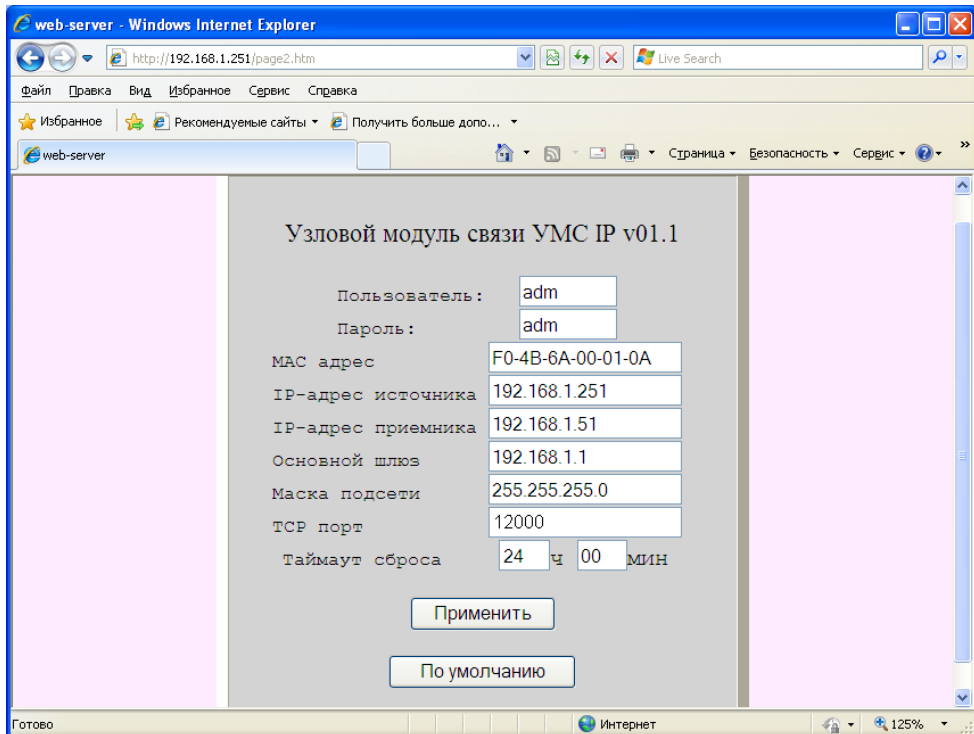

Рис.7
4. При правильном вводе имени пользователя и пароля откроется основная страница с установленными настройками (см. рис.7). Если возникла ошибка, обратитесь к разделу 3.
- MAC-адрес. Должен вводиться в шестнадцатеричном коде по два символа через дефис (см. рис.7).
- IP-адрес, адрес шлюза, маска подсети. Должны вводиться в десятичном коде через точки (см.рис.7). Последний адрес в допустимом диапазоне IP адресов, задаваемый маской подсети, является широкоэвещательным и его ввод не допустим.
Для сохранения в УМС IP измененных настроек нажмите кнопку «Применить». Кнопка «По умолчанию» позволит вернуть заводские настройки, указанные на рис.7.